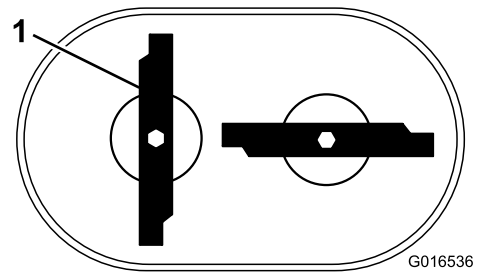

Figura 44
**Nota:** Las cuchillas deben estar perpendiculares entre sí, formando una "T" invertida, según se muestra en Figura 44.